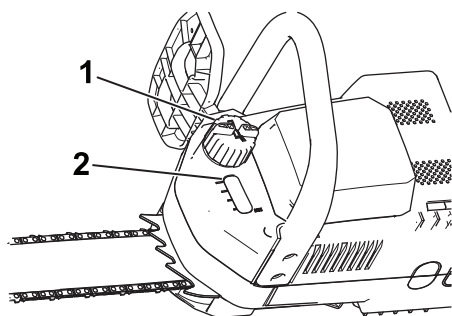

Figura 27
2. Observe el nivel de aceite en la mirilla. Si no puede ver aceite en la mirilla, agregue aceite para cadenas a la motosierra (Figura 27).
3. Limpie la zona alrededor del tapón de aceite (Figura 27).
4. Retire el tapón y vierta aceite en la motosierra hasta que el aceite llene la mirilla (Figura 27).